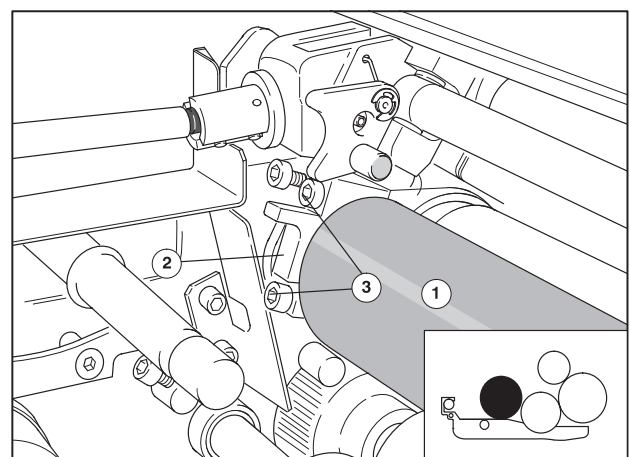

Рис. 17 Установка увлажняющего валика
- 2 Вложите увлажняющий валик (Рис. 17/①) с шарикоподшипниками в опоры на стороне привода и стороне обслуживания.
- 3 Установите крышку подшипника (Рис. 17/②) на ось валика. При этом не перепутайте крышки на стороне привода и на стороне обслуживания.
- 4 Прикрутите крышку подшипника обоими винтами с внутренним шестигранником (Рис. 17/③) к опорам.